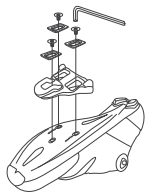

Figure 2. Installation des vis
3. Une fois les rondelles fournies en place, posez les vis de fixation des cales sans les serrer (Figure 2).